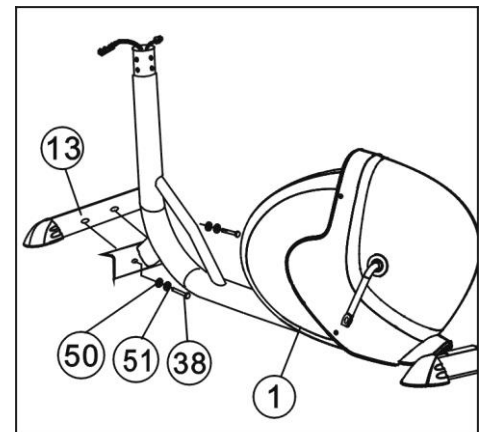

Figure 2
Befestigen Sie den vorderen Stabilisator (13) am Hauptrahmen (1) mit zwei Sätzen von M8×20-Schrauben (38),  $\Phi$ 8-Federscheiben (51) und  $\Phi$ 8-Unterlegscheiben (50). (Siehe Abbildung 2)